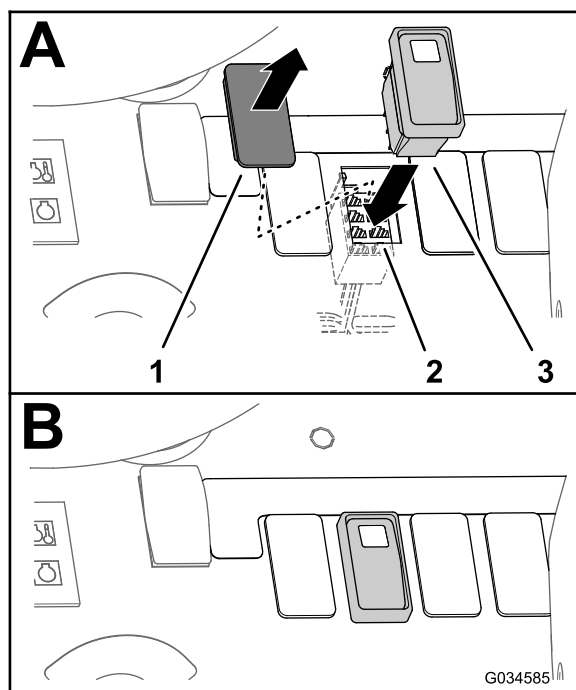
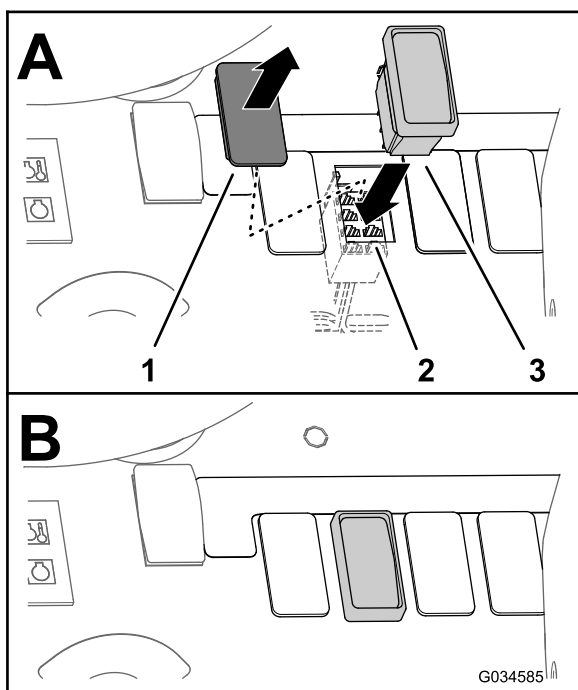

Figura 36
Figura 37
1. Retire el tapón del interruptor del depósito de enjuague del salpicadero (Figura 36 o Figura 37).
3. Dirija el conector hembra de 8 vías hacia el hueco del salpicadero (Figura 36 o Figura 37).
4. Conecte el interruptor de 3 posiciones en el conector hembra de 8 vías a través del panel del salpicadero (Figura 36 o Figura 37).
5. Inserte el interruptor de 3 posiciones en la abertura del panel del salpicadero hasta que el enganche del interruptor se coloque con seguridad en su sitio en el salpicadero (Figura 36 y Figura 37).